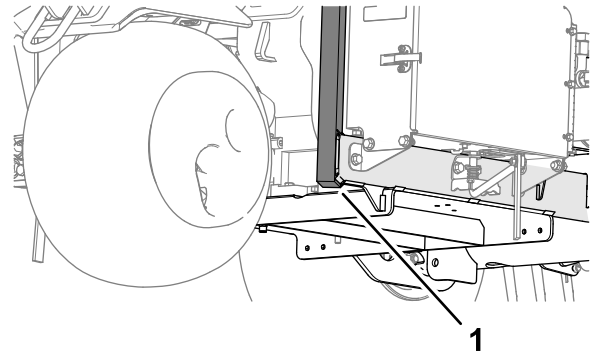

Figura 127
3. Poziționați cricul în siguranță sub braul de susținere a roii din față (Figura 127).